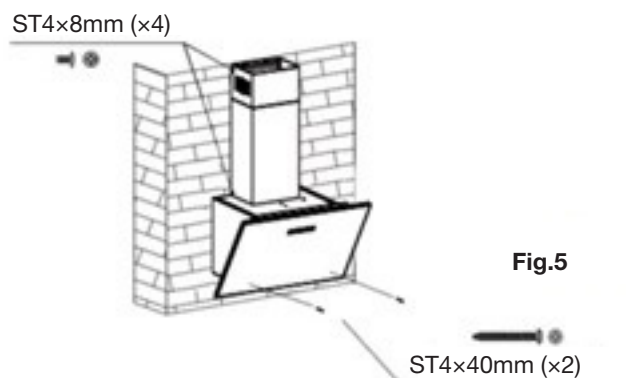

Fig.5
5. Fäst den inre skorstenen på det inre skorstensfästet med 2 skruvar (ST4×8mm), fäst den yttre skorsten på toppen av fläkten med 2 skruvar (ST4×8mm). Fäst fläktskåpet med säkerhetsskruvar (ST4×40mm försänkt med krysspår). (Se bild 5).